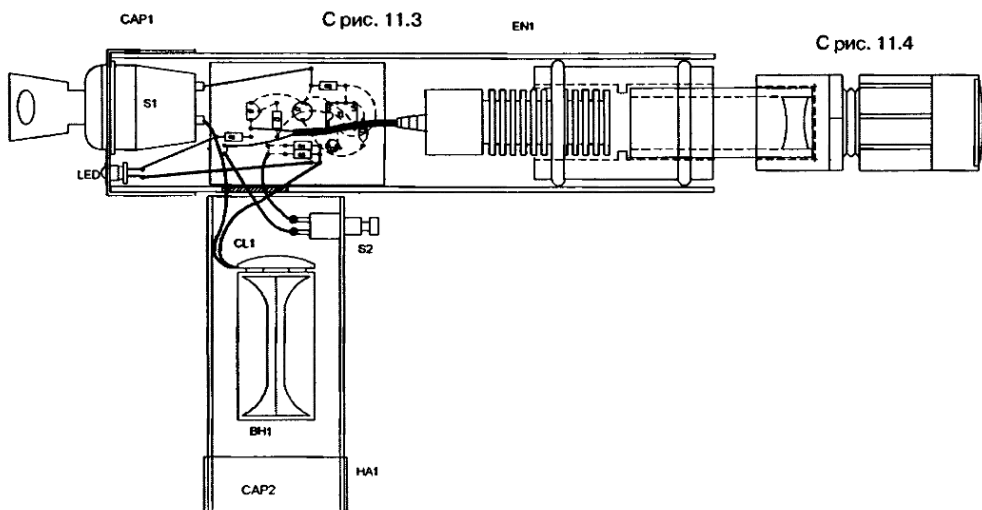

Рис. 11.5. Вид корпуса и внутренних деталей в рентгеновских лучах
- Полностью вставьте LTUBE1 в другой конец сборки до внутреннего центрального выступа. Теперь ваша сборка аналогична изображенной на рис. 11.5.